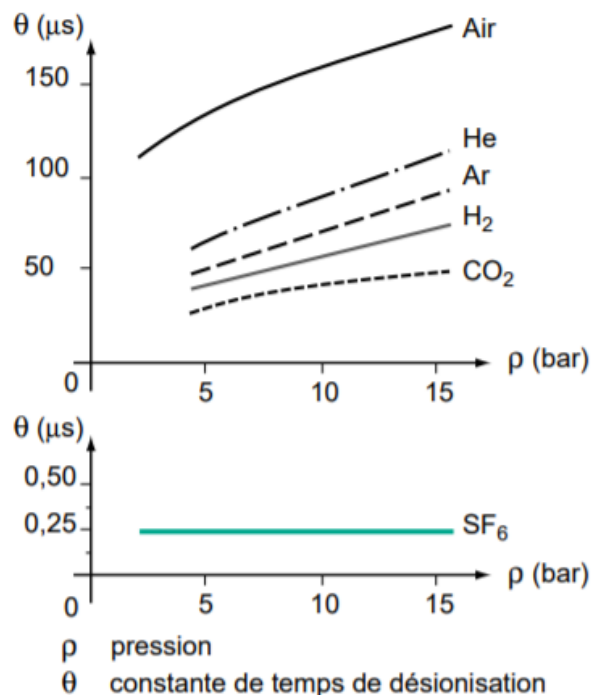

Figure 8. Constantes de temps de désionisation en fonction de la pression pour différents gaz.
- Retrouver ses propriétés diélectriques le plus vite possible afin d'éviter un réamorçage intempestif (la figure 8 montre les propriétés exceptionnelles du SF₆ à cet égard),